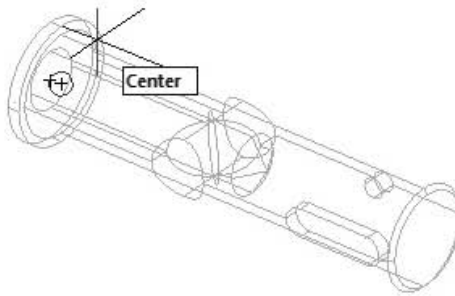

Рис. 12.45. Выбор базовой точки на пробке
5. Укажите базовую точку с привязкой Центр (Center) — центр окружности выступа пробки (рис. 12.45):